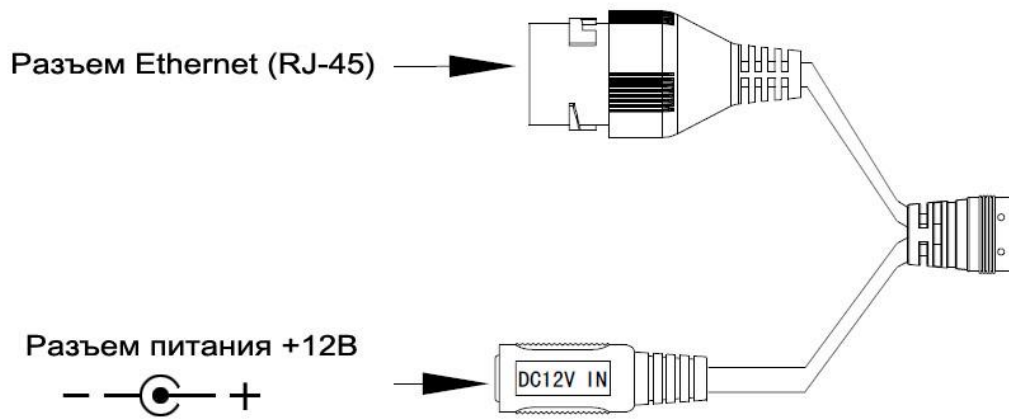

Рисунок 7.2
7.5 Снимите корпус с устройства и подключите соединительные провода (разъемы) в соответствии со схемой внешних подключений (рис.7.2) и соблюдением полярности.